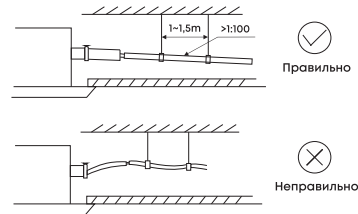

Рис. 45.
- Устройство оснащено сливным насосом (дренажная помпа), который поднимает воду до 1200 мм. Однако после остановки насоса вода, оставшаяся в трубе, будет стекать обратно и может переполнить сливной поддон, что приведет к утечке воды. По этой причине, пожалуйста, установите сливную трубку, как показано на рис. 45.